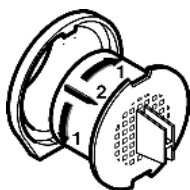

Fig. 24
- ▶ Поверните фильтр с активированным углем на 90° вправо или влево *Fig. 24 (1)*.
- ▶ Извлеките *Fig. 24 (2)* фильтр с активированным углем.
- ▶ Поверните новый фильтр с активированным углем на 90° вправо или влево *Fig. 24 (1)* до защелкивания фиксатора.